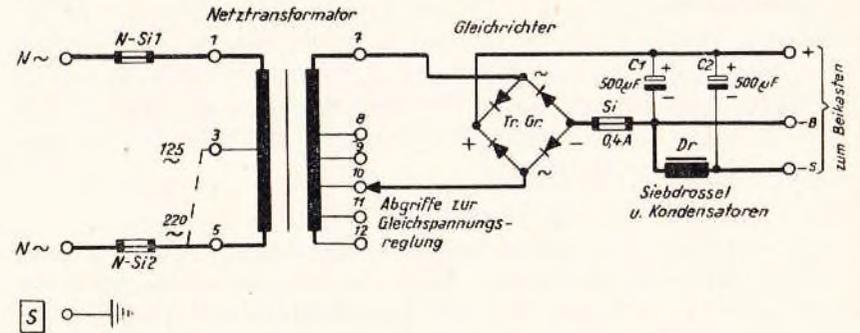

Bild 210. Netzgerät (Netzsicherungen N-Si 1 und N-Si 2 bei 125 V = 0,25 A, bei 220 V = 0,16 A).
Mikrophonspeisung: Bei Amtsgesprächen und im Innengespräch stets aus dem Netzgerät oder aus der dafür aufgestellten 24 V-Batterie (vergl. Bild 210). Fällt das Netz aus, so wird das Mikrophon der unmittelbar mit der Amtsleitung verbundenen Sprechstelle aus der Amtsbatterie gespeist.
11. Das Netzanschlußgerät (Bild 210):